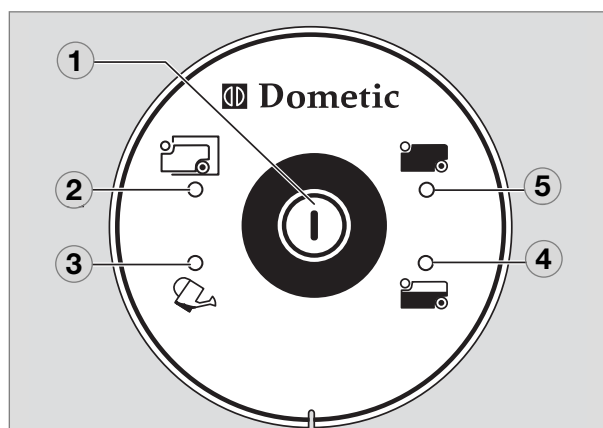

Fig. 10
Le réservoir à cassette a une capacité de 19 l. Lorsque l'affichage (4), Fig. 10 s'allume, le réservoir est rempli à environ 75 %. Cela signifie qu'il ne reste encore que peu d'utilisations possibles.
- Amenez le réservoir à la station de pompage des eaux usées la plus proche. Le réservoir à cassette est équipé de roues et d'une poignée à tirer. Pour déverrouiller la poignée, appuyez sur le bouton (1) dans le milieu de la poignée. Tirez la poignée jus qu'en butée.